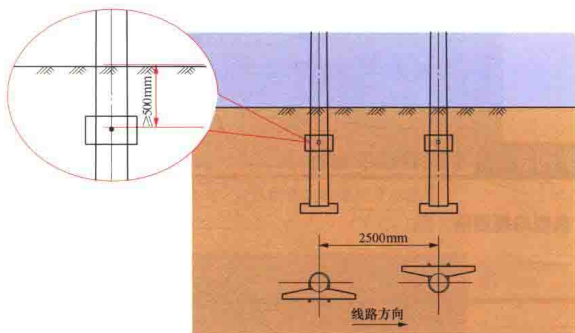

图1-1-8 配电变台电杆正确卡盘安装示意图
- (1) 卡盘U形抱箍安装距地面500mm，允许偏差 ± 50 mm。
- (2) 配电变台卡盘安装在顺线路方向，两杆错位安装。
4. 标准规范图例（图1-1-8）